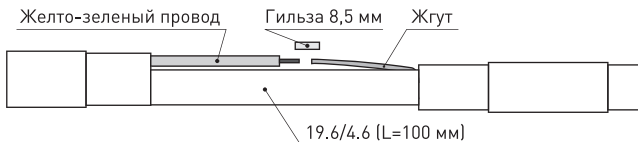

Рисунок 7
5.1.10 На место соединения надвинуть термоусадочную трубку 19.6/4.6 длиной 100 мм, при этом жгут из экранирующей оплетки и желто-зеленый провод вывести из торцов (Рисунок 7). Усадить трубку 19.6/4.6 длиной 100 мм (температура гарантированной усадки от 120°C до 170°C). Желто-зеленый провод соединить со жгутом, при помощи гильзы длиной 8,5 мм и обжать.